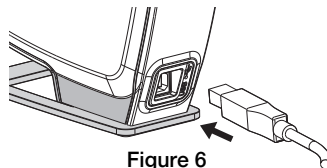

Figure 6
- 1 Connectez le câble USB au port USB situé à l'arrière de l'étiqueteuse. Voir la Figure 6.